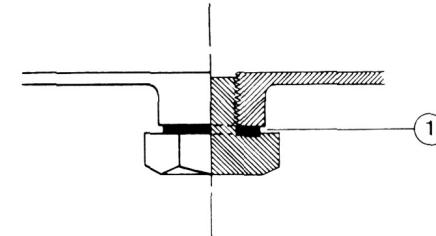

Fig 5
18. **Die Bodenschraube** (Fig 5) befindet sich am Boden des Brennstoffbehälters.
- La vis de fond (vis à tête six-pans)** (Fig 5) se trouve sous le réservoir à essence. Avant de remplir le réservoir à essence, visser à fond la vis de fond.
- Il tappo di scarico** (Fig 5) si trova sotto il serbatoio. Prima di riempire il serbatoio si deve serrare a fondo il tappo di scarico. La guarnizione di fibra ① chiude ermeticamente il serbatoio.